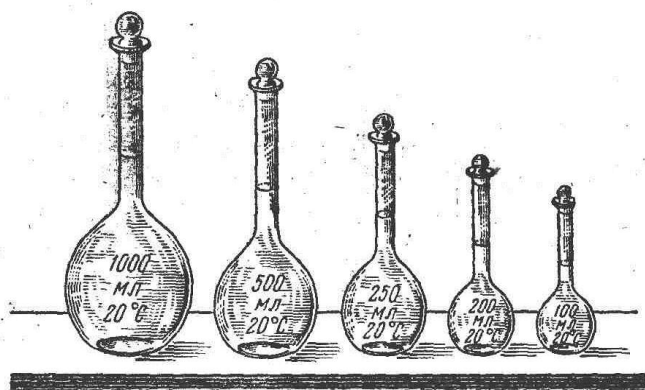

Рис.15. Мірні колби
**Мірні колби** (рис.15) необхідні для виконання більшості аналітичних робіт. Це плоскодонні колби різної місткості. В більшості випадків мірні колби мають пришліфовані скляні пробки. Розрізняють вузькогорлі та широкогорлі мірні колби. На горлі колби є кільцева мітка, а на самій колбі є мітка, яка вказує на місткість колби в мілілітрах при визначеній температурі.